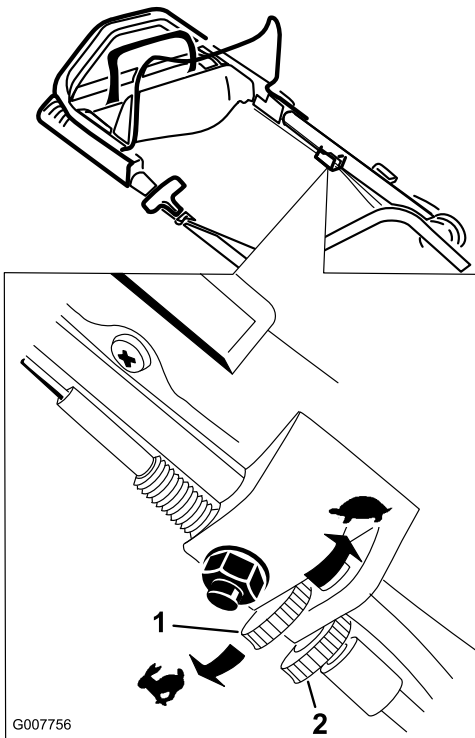

Figure 27
1. Desserrez l'écrou de blocage à la main (Figure 27).